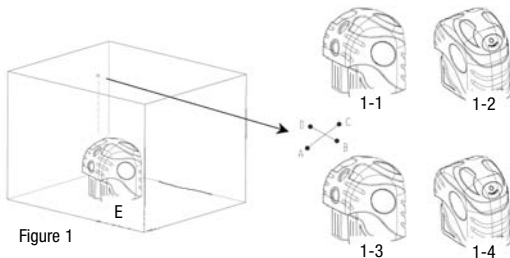

Figure 1
1. Tel qu'il est illustré à la figure 1, déposez l'appareil sur le sol, orienté comme l'indique la figure 1-1.